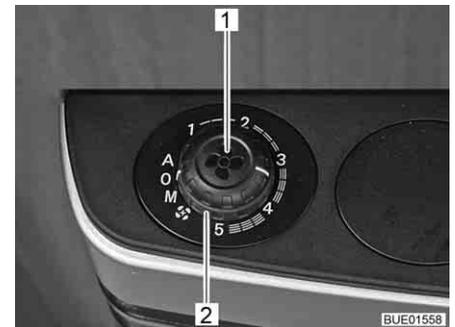

Fig. 136 Botón giratorio e interruptor giratorio para el control del ventilador
- Ajustar el modo de funcionamiento deseado con el botón giratorio (Fig. 136,2).
- Ajustar el interruptor giratorio (Fig. 136,2) en "0".